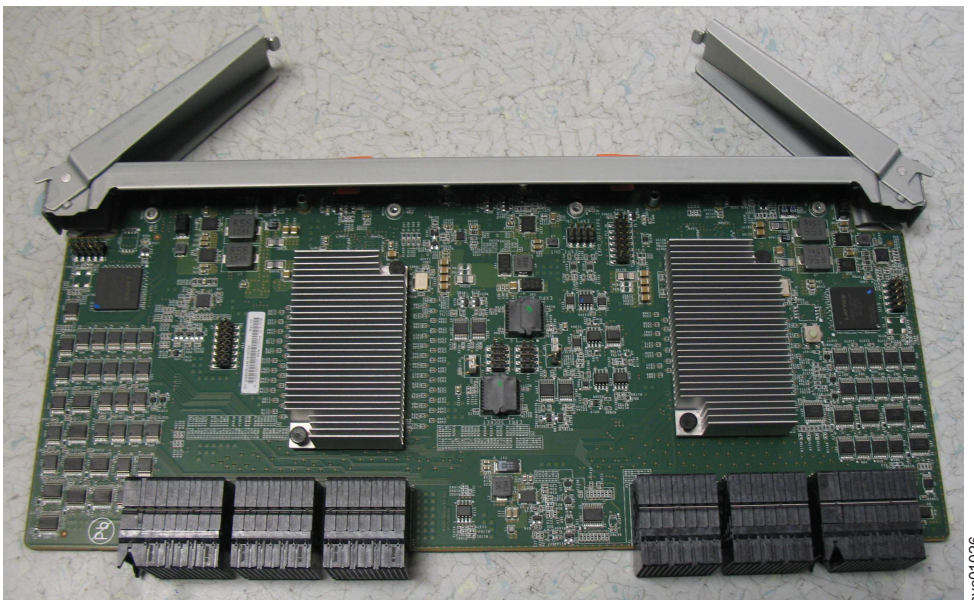

Figura 88. Abra as alças do módulo do expensor secundário
3. Gire ambas as alças no novo módulo do expansor secundário para a posição aberta, conforme mostrado em Figura 88 na página 95.